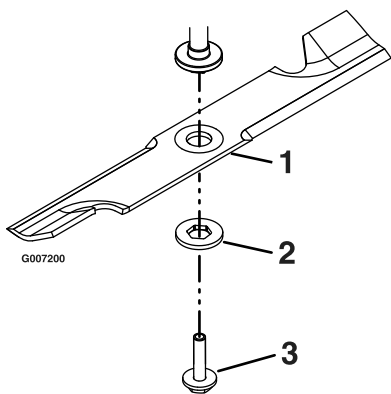

Figure 46
2. Laissez la clé sur le boulon, maintenez l'axe de lame immobile et, avec un chiffon ou un gant épais, essayez de faire tourner la lame. Si la lame tourne par rapport à la protection de l'axe sans serrer davantage le boulon, cela signifie que les deux rondelles élastiques sont aplaties ou endommagées et doivent donc être remplacées (Figure 46). Voir Dépose des lames et Pose des lames.
Tenez la lame à son extrémité avec un chiffon ou un gant épais (ou placez une clé sur l'écrou supérieur). Enlevez de l'axe l'ensemble boulon et rondelle, la rondelle et la lame (Figure 46).
1. Placez la lame sur l'axe (Figure 46).